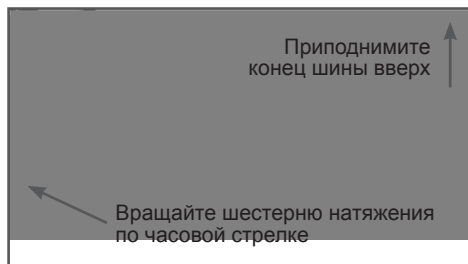

Рис. 5 Регулировка натяжения цепи
2. Вращайте винт натяжителя цепи по часовой стрелке до тех пор, пока цепь не будет плотно прилегать к нижней части шины (Рис. 5).